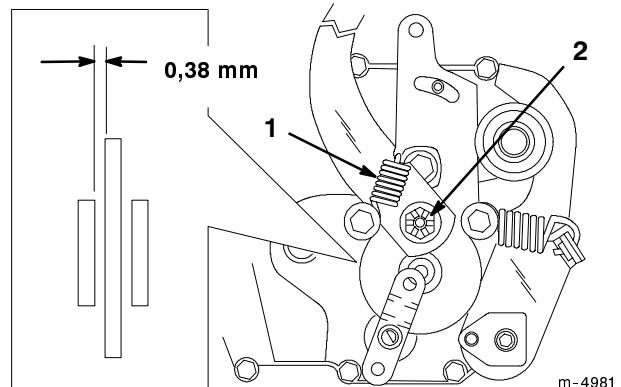

Bild 21
Die Bremse befindet sich an der rechten Seite der Hinterachse im Hinterreifen (Bild 21). Wenn die Feststellbremse den Traktor nicht sicher hält, muss diese eingestellt werden.
2. Entfernen Sie die Feder vom Bremsarm (Bild 21).
3. Entfernen Sie den Splint, mit dem die Bremseinstellmutter abgesichert wird und lockern die Mutter (Bild 21).
4. Stecken Sie eine 0,38 mm Fühlerlehre zwischen die Bremsscheibe und die Bremsbacke (Bild 21). Ziehen Sie die Mutter fest, bis Sie einen leichten Widerstand an der Fühlerlehre spüren, wenn Sie diese hinein- und herausschieben/ziehen.